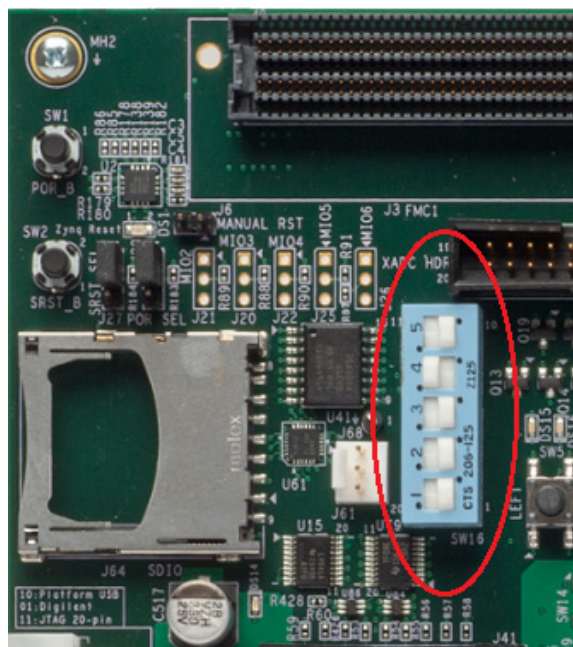

図 5-5 : QSPI フラッシュから Linux をブートする際に必要なジャンパーの設定
1. QSPI フラッシュのプログラム後、ボードの SW16 スイッチを図 5-5 のように設定します。